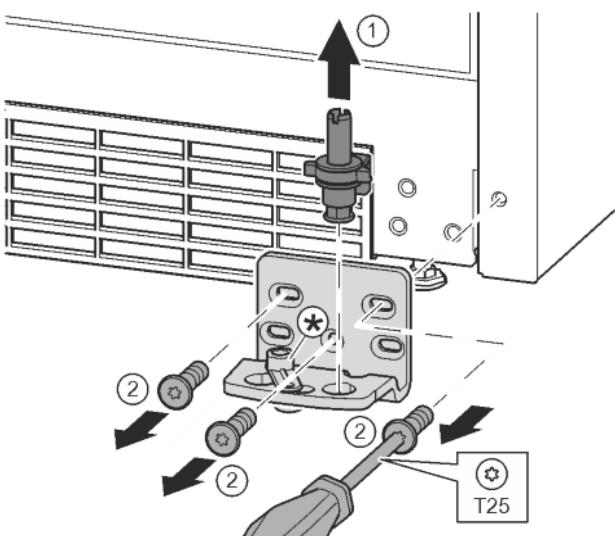

Fig. 15
- Извадете изцяло нагоре лагерния болт. Fig. 15 (1)
- Отвийте винтовете с отвертка T25 и свалете лагерната стойка. Fig. 15 (2)